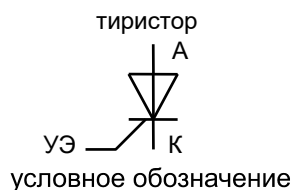

Рисунок 2 – Условное обозначение триодного тиристора
**Триодные тиристоры**, обычно называемые просто **тиристорами** (рис. 2), имеют четыре слоя **p-n-p-n** один из которых соединен с внешним управляющим электродом (УЭ). Это позволяет приводить цепь катод (К) / анод (А) тиристора в открытое состояние.